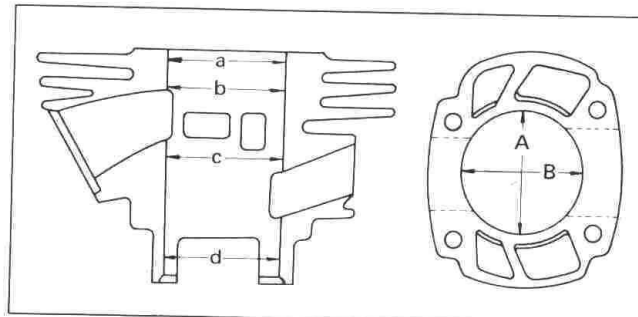
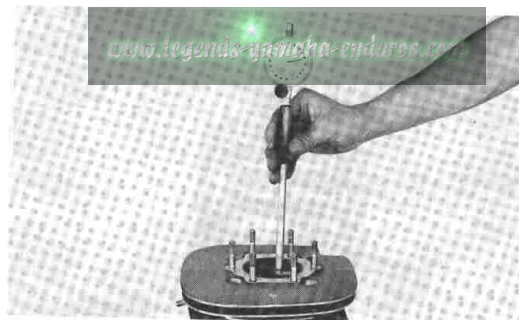

Fig. 3-4-3
Fig. 3-4-4
2. Using a cylinder gauge set to standard bore size, measure the cylinder. Measure front-to-rear and side-to-side at top, center and bottom just above exhaust port. Compare minimum and maximum measurements. If over tolerance and not correctable by honing, rebore to next over-size. (Fig. 3-4-3, Fig. 3-4-4)
2. En utilisant une jauge à cylindre réglée à l'alésage standard, mesurez le cylindre. Mesurez-le d'avant en arrière et latéralement en haut, au milieu et en bas juste au-dessus de la lumière d'échappement. Comparez les résultats minimum et maximum. S'ils dépassent les limites de tolérance et ne peuvent être corrigés par rodage, réaléssez aux dimensions supérieures. (Fig. 3-4-3, Fig. 3-4-4)